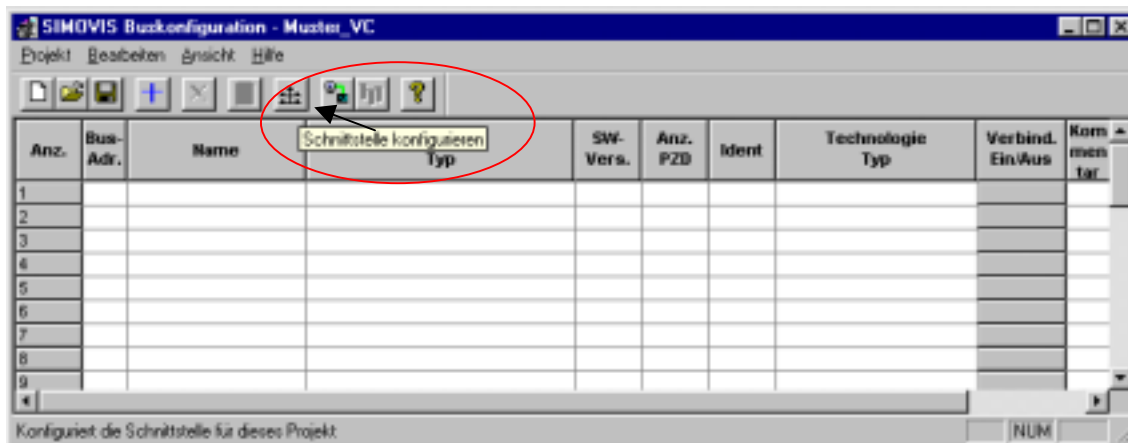
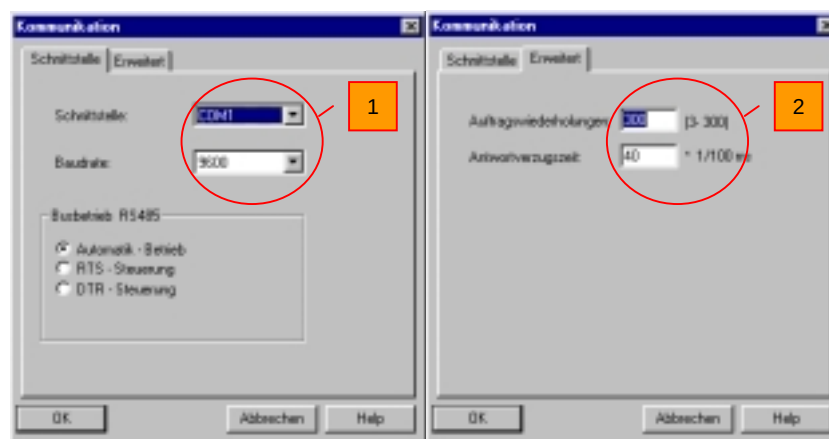

Fig. 5-8 Configurar interface
Fig. 5-9 Comunicação
Com a barra de menus ativada clicar no botão *Configurar Interface* (ver fig. 5-8) ou selecionar o comando *Editar* → *Interface*. Em seguida pode ser selecionada a interface COM do PC (COM1-4) e a respectiva taxa de transmissão na janela “Comunicação” (ver fig. 5-9 [1]).
- ◆ Na guia “Adicional”, repetição de tarefa e retardo do tempo de resposta (ver fig. 5-9 [2]); aqui podem ser aumentados os valores padrões no caso de falhas freqüentes de comunicação.